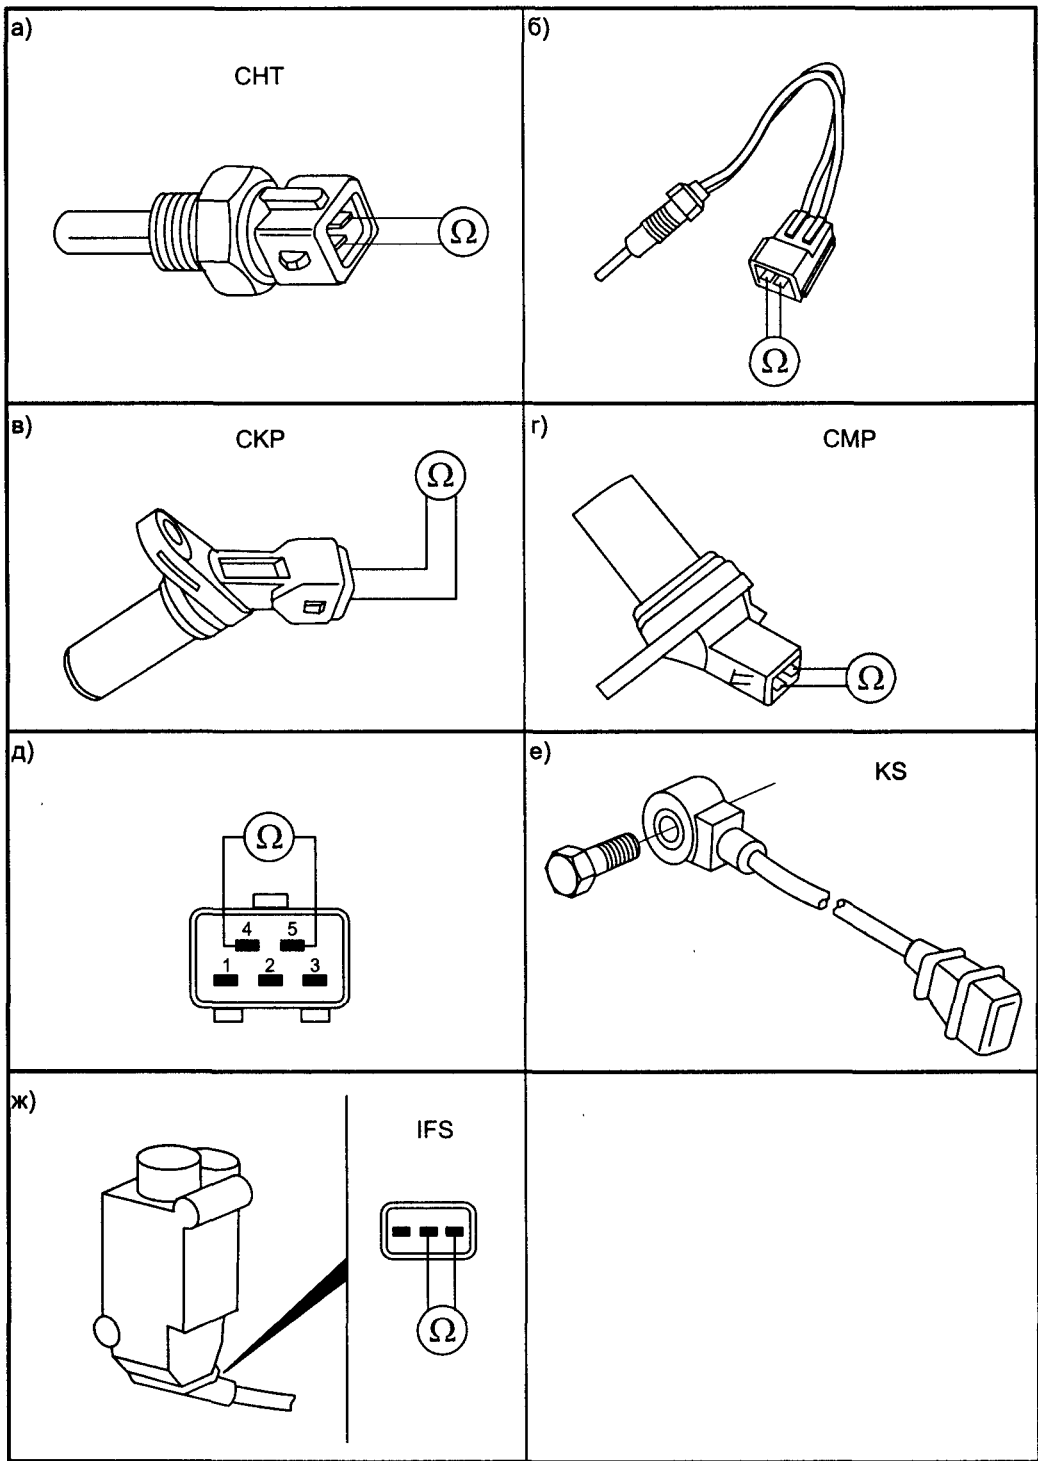

Рис. 2.4.9. Датчики двигателя
Датчики двигателя и схемы их проверки приведены на рис. 2.4.9.
- изменяют температуру датчика, например, нагревая его в горячей воде, и проверяют изменение его сопротивления (рис. 2.4.9а и 2.4.9б) в соответствии с табл. 2.4.5.
Конструктивно датчик СКР исполнен в виде электромагнитного датчика. Отключают разъем от датчика и проверяют сопротивление обмотки датчика. Оно должно составлять 400 Ом (рис. 2.4.9в). Затем на работающем на холостом ходу двигателе с помощью осциллографа проверяют выходной сигнал датчика СКР (см. осц. 1 на рис. 2.4.4).
- отключают разъем от датчика СМР и проверяют сопротивление обмотки, должно быть около 460 Ом (см. рис. 2.4.9г);
Конструктивно датчик CPP представляет собой механический концевик. Для проверки датчика отсоединяют от него разъем и омметром проверяют срабатывание: в нажатом положении педали сцепления контакты 4 и 5 замкнуты, а в отпущенном — разомкнуты (рис. 2.4.9д).
Этот датчик устанавливается только на двигатели с объемом 1,4 и 1,6 л (рис. 2.4.9е). Это пьезоэлектрический датчик, генерирующий во время вибрации переменное напряжение. Амплитуда и частота сигнала зависят от уровня детонации в двигателе, что позволяет ЕСМ соответствующим образом корректировать угол опережения зажигания для гашения возникшей детонации. Для проверки датчика KS подключают осциллограф к его контактам («2» и «23»
Конструктивно это инерционный механический размыкатель. Для проверки отключают разъем от датчика IFS (рис. 2.4.9ж) и проверяют срабатывание нажатием соответствующих кнопок на корпусе выключателя: